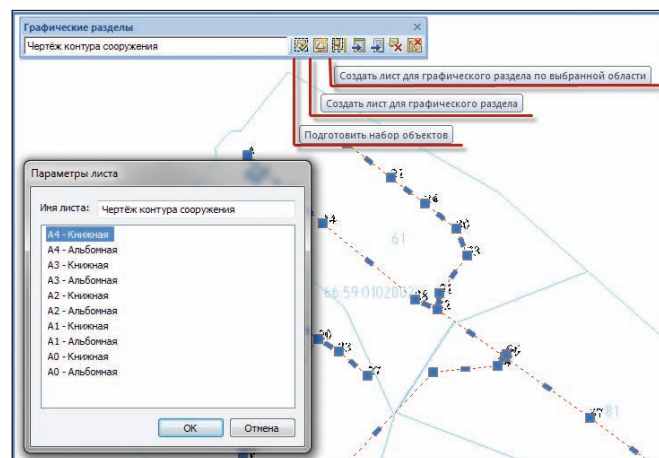

Рис. 8. Формирование графических разделов
8. При создании графических листов пользователю нужно определить тип графического листа (*Чертеж*, *Схема расположения сооружения на земельном участке*) на панели инструментов *Графические разделы* (рис. 8). Затем следует запустить команду *Подготовить набор объектов* — PlanTracer ТехПлан Pro 6 самостоятельно подберет необходимые объекты для этого раздела. При необходимости можно добавить или исключить из выбора объекты плана. Далее запускаем команду *Создать лист для графического раздела* и указываем формат листа (A4, A3 и т.д.) — PlanTracer ТехПлан Pro 6 сделает за вас остальное: создаст лист с рамками и штампами, соответствующими выбранному разделу. Для формирования графического раздела *Схема расположения сооружения на земельном участке объекта*, который располагается в нескольких кадастровых кварталах, предусмотрена команда *Создать лист графического раздела по выбранной области*. В этом случае необходимо указать